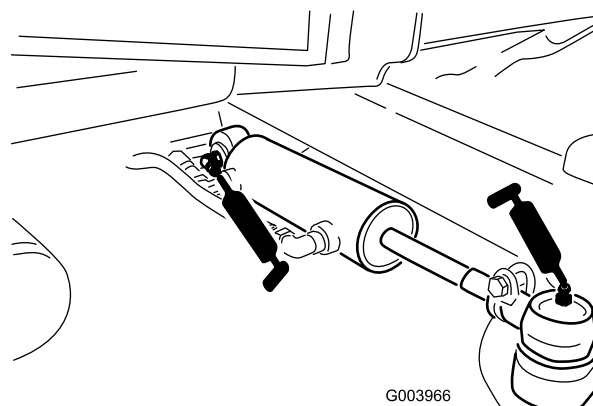

Figura 51
- Rótulas do cilindro de direção (2) (Figura 51)